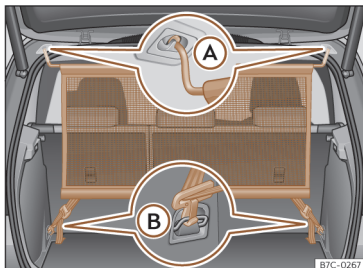

Fig. 163 Filet de séparation installé.
• Accrochez le filet de séparation dans le logement gauche du toit >>> fig. 163 (A). Assurez-vous de tirer la barre transversale vers le bas au-delà de la position haute.
• Accrochez le filet de séparation dans le logement droit du toit en comprimant la tige transversale >>> fig. 163 (A).
• Accrochez les deux crochets du filet de séparation aux œillets d'arrimage du coffre à bagages >>> fig. 163 (B) et serrez fermement les ceintures de fixation.